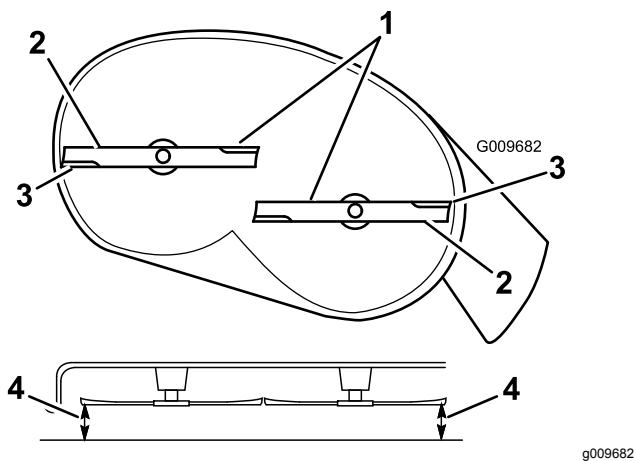
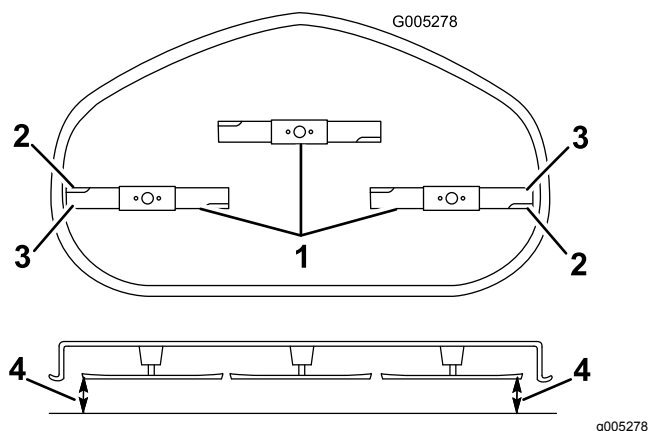

Figura 69
Figura 70
- Rode cuidadosamente as lâminas para que todas estejam alinhadas (Figura 69 e Figura 70).
- Meça entre as extremidades de corte exteriores e a superfície plana (Figura 69 e Figura 70).